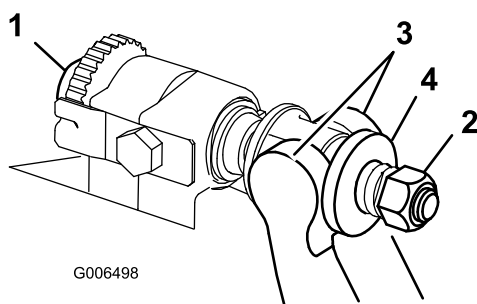

Figure 27
1. Tournez les vis de réglage de la barre d'appui dans le sens antihoraire pour éloigner la contre-lame du cylindre (Figure 27).
2. Faites sortir l'écrou de tension du ressort jusqu'à ce que la rondelle ne soit plus tendue contre la barre d'appui (Figure 27).